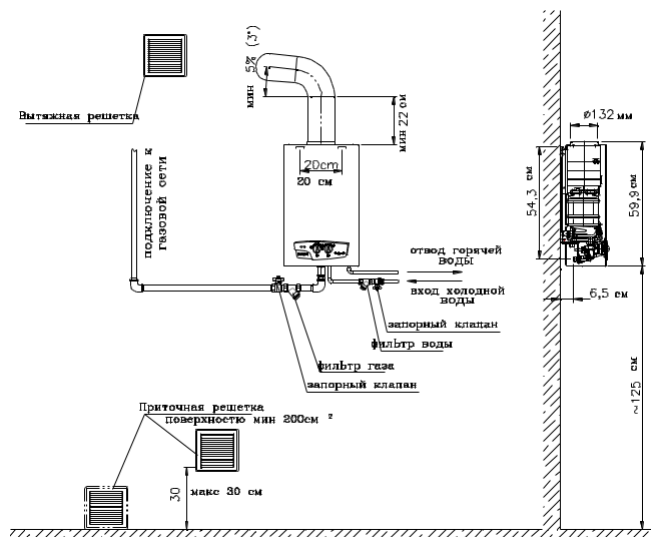

Рис. 3.1.3.1 Схема трубопроводов воды, газа и продуктов сгорания
Схема установки водяной, газовой и системы отводящей продукты сгорания указана на рис. 3.1.3.1.
Горизонтальный участок дымохода не может быть длиннее 2-х метров, и должен быть установлен с уклоном минимум 5% (ок. 3°) в сторону водонагревателя (рис. 3.1.3.1). Длина дымохода от оси входа трубы, отводящей продукты сгорания до выпускаемой кромки под крышей должна быть не меньше 2 м. Внутренняя поверхность дымохода должна быть устойчивая к деструктивным воздействиям продуктов сгорания,
- Подключение водонагревателя к дымоходу необходимо согласовать с соответствующими организациями и должно соответствовать требованиям, указанным на рис. 3.1.3.1.